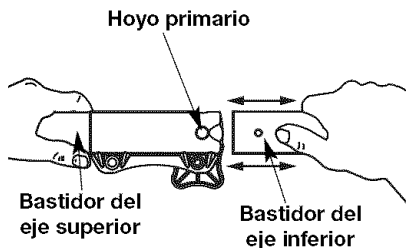
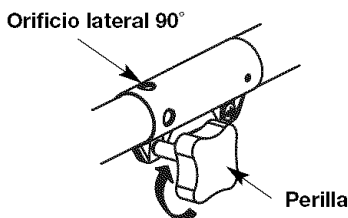

Fig. 6
Fig. 7
1. Gire la perilla en sentido antihorario para aflojarla (Fig. 7).
3. A la vez que sujeta la caja del eje superior, tire del accesorio de corte o cualquier otro accesorio recto hacia afuera del acoplador Convertible™ (Fig. 6).
PRECAUCIÓN: Antes de operar esta unidad, cerciórese de que el botón de liberación esté completamente encajado en el orificio principal (Fig. 6) y de que la perilla de ajuste (Fig. 7) esté firmemente apretada.
NOTA: La alineación del botón de desconexión con el hueco de guía facilitará la instalación (Fig. 6).
3. Gire la perilla en sentido horario para ajustarla (Fig. 7).
Para realizar recortes decorativos con el accesorio de corte de cabezal de línea u otro accesorio, trabe el botón de desconexión del accesorio de corte u otro accesorio en el interior del agujero de 90° (Fig. 7).